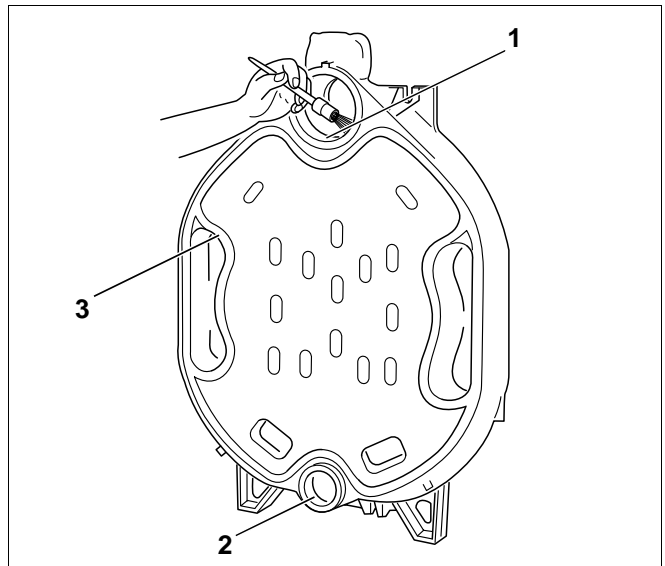

Fig. 8 Forberedelse af tætningspor og nippelgange
- Rens om nødvendigt tætningsporene med stålborste og en klud (Fig. 8, **pos. 3**).
- Rens navenes tætningsflader (Fig. 8, **pos. 1 og 2**) med en klud, der er vædet med benzin.